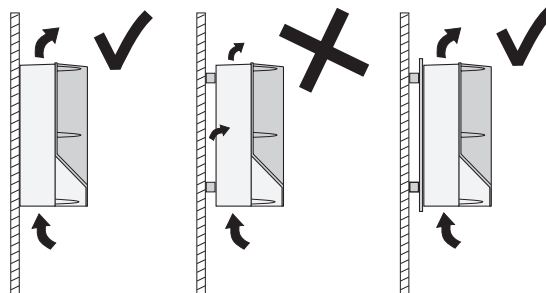

Рис. 3 Монтаж CUE на стену
- Монтируйте корпус CUE непосредственно на стену или через проставки (в этом случае нужна монтажная пластина). См. рис. 3.